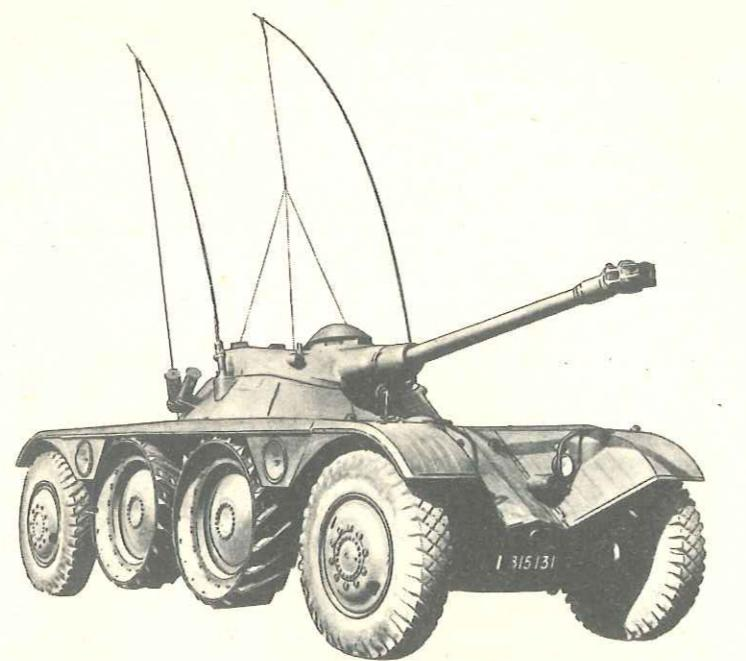

Figure 1 - Vue d'ensemble
- Figure 1 - L'Engin Blindé de Reconnaissance.